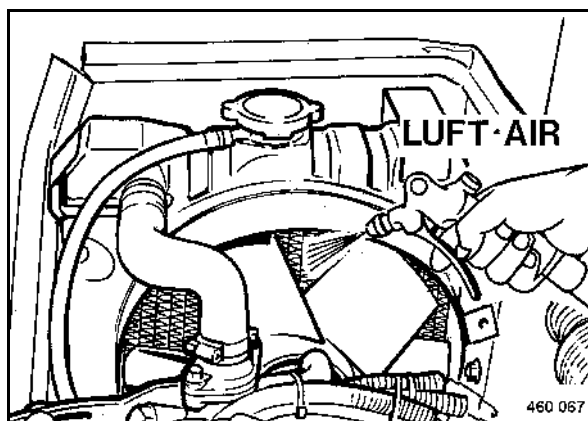

fig. 111
- Souffler l'air comprimé à travers le radiateur (fig. 111) depuis le côté de la sortie d'air.